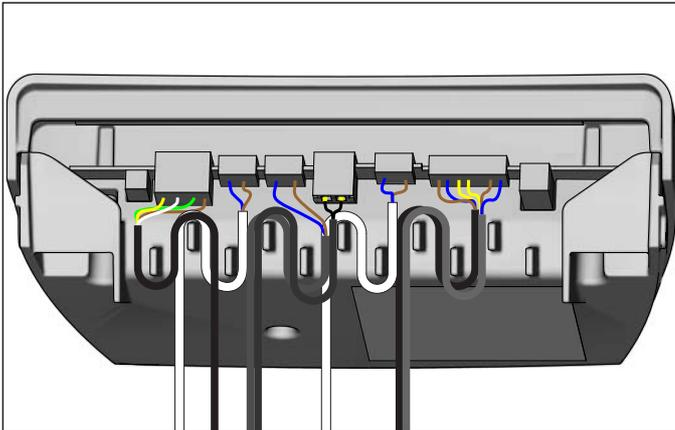
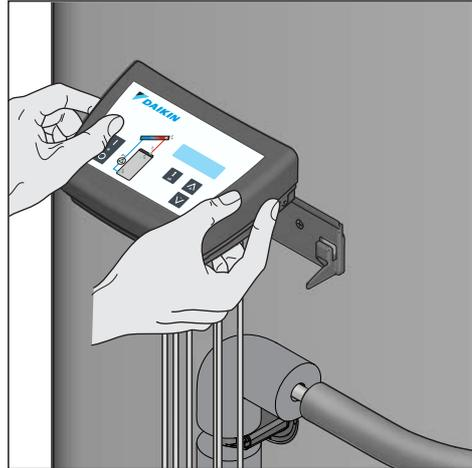

Bild 4-28 Grundverkabelung: FlowSensor, Speicher-, Rücklauf-, Kollektorfühler, Pumpen- und Netzzuleitung
Bild 4-29 Arbeitsschritt 5
– Darauf achten, dass die Kabelschlaufen (wie in Bild 4-28 und Bild 4-29 dargestellt) nach unten zeigen.